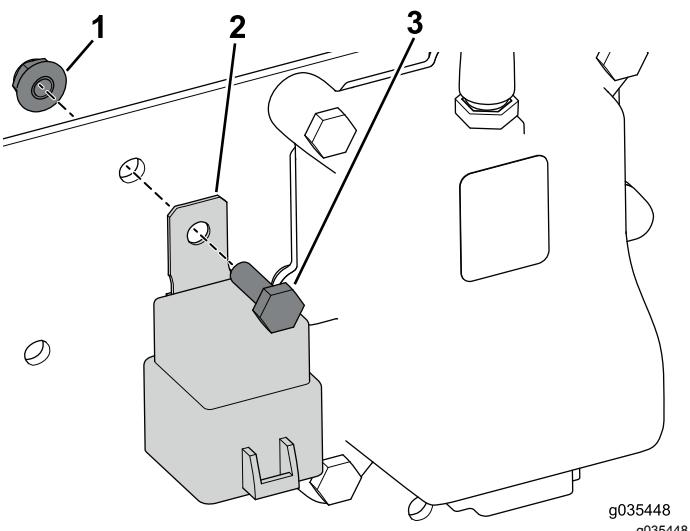

Figura 13
3. Utilizzate il bullone (1/4 x 3/4 poll.) e il dado flangiato per fissare il relè (Figura 13).